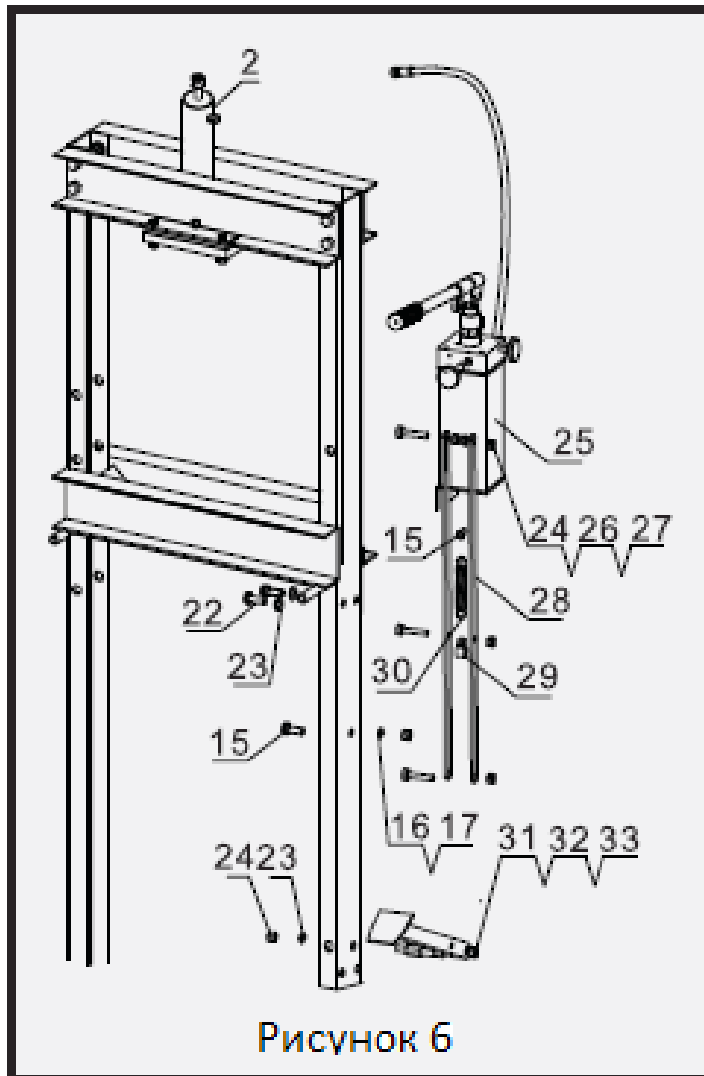

Рисунок 6
7. Присоедините насос (25) к раме с помощью болтов (22) (15), шайб (23) (16) и гайки (17). Прикрепите пружину (30) педали, используя болт (15). Прикрепите педаль с помощью гайки (24) и шайбы (23). Прикрепите педаль к ручке с помощью болта (26), гаек (24) и гайки (27). См. рисунок 6.